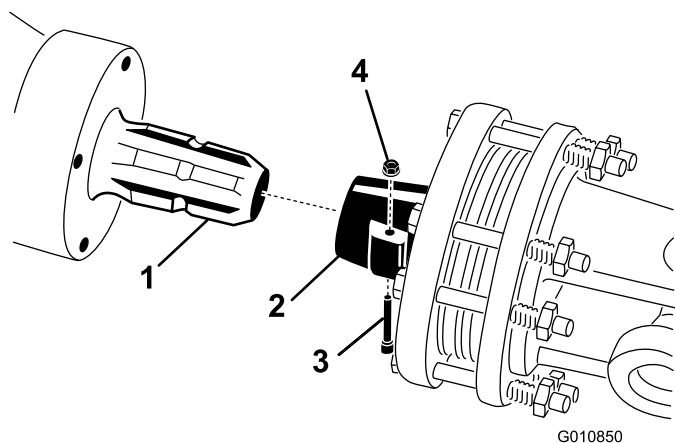

Figure 19
1. Retirez la goupille et l'écrou de l'arbre de PDF (Figure 19).
2. Accouplez le côté embrayage de l'arbre de PDF à l'arbre d'entrée du réducteur de l'aérateur avec la goupille et l'écrou retirés précédemment (Figure 19). La goupille ne peut être insérée que dans un sens.